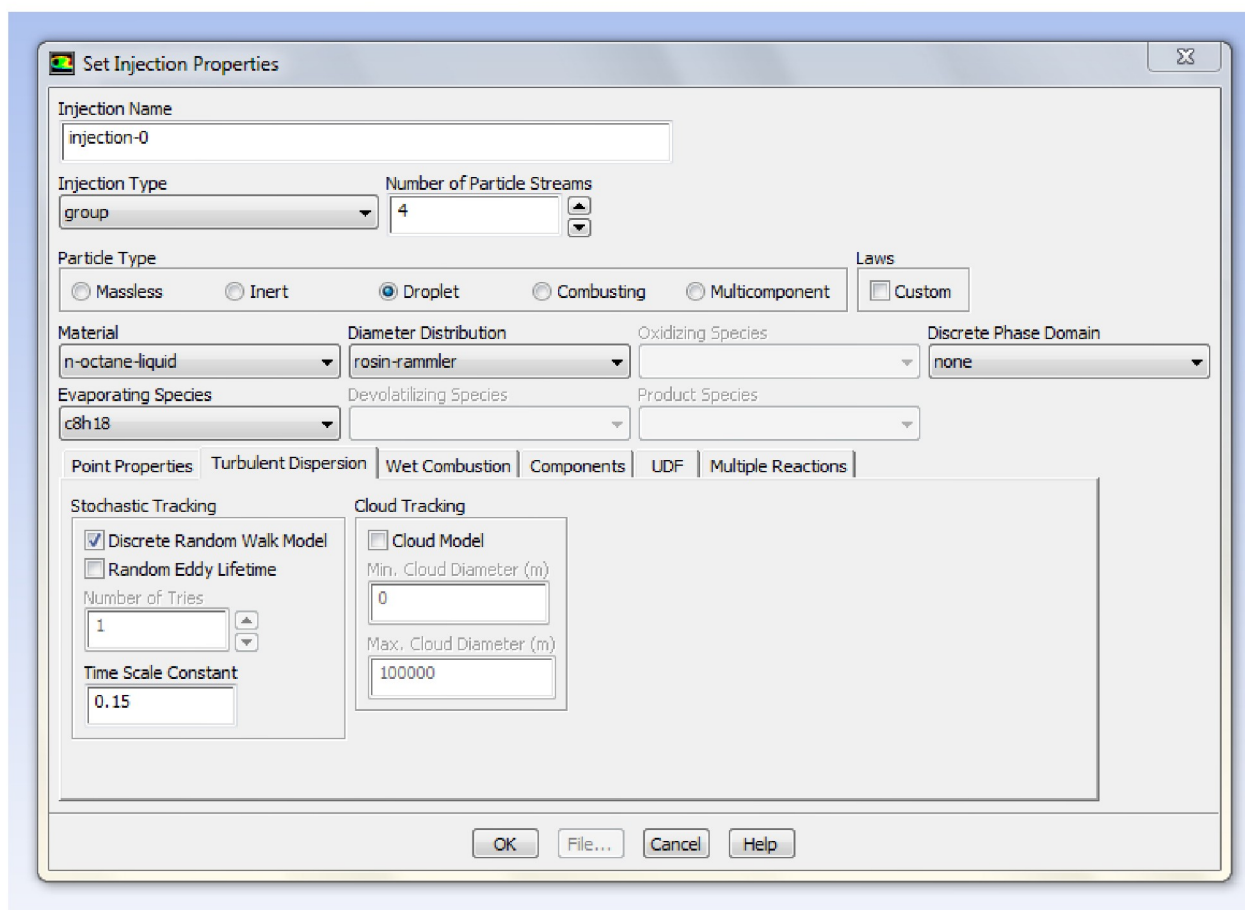

Рисунок 2.29 – Меню свойств впрыска топлива (*Set Injection Properties*)
1. В окне *Injections* выбирается команда создать (*Create*). При этом открывается окно свойств процесса впрыска топлива *Set Injection Properties* (рисунок 2.29).